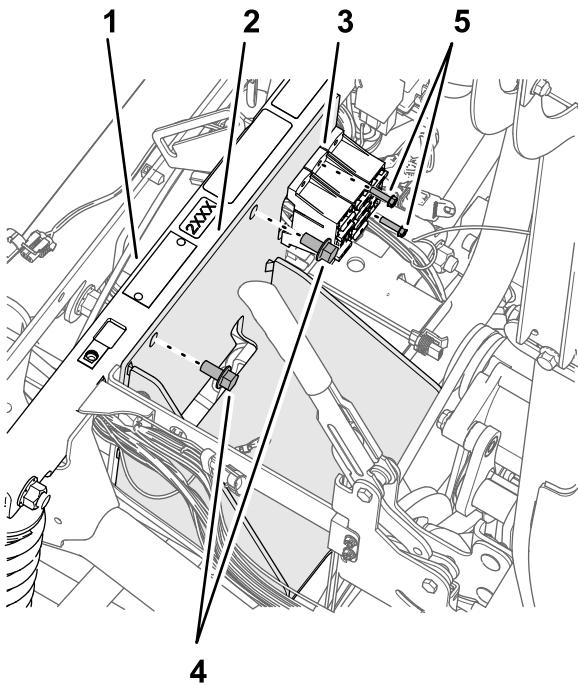

Figure 176
2. Fixez le support de batterie au tu be de support amortisseur (Figure 176) à l'aide des 2 boulons à embase (3/8" x 3/4") que vous avez conservéz à l'opération 4 de Dépose de la batterie \(300 A\) et de son support (page 81).
4. Fixez les porte-fusibles au support de batterie (Figure 176) avec le boulon (10"-24 x 3/4") et les écrous (10"-24) que vous avez retirés à l'opération 3 de Dépose de la batterie \(300 A\) et de son support \(page 81\).